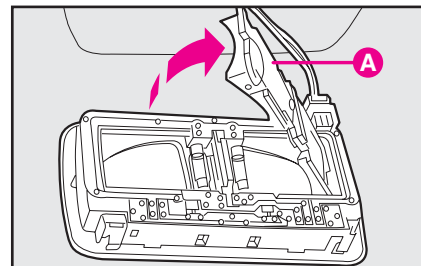

рис. 38
2) Откройте блок **A** (**рис. 38**).